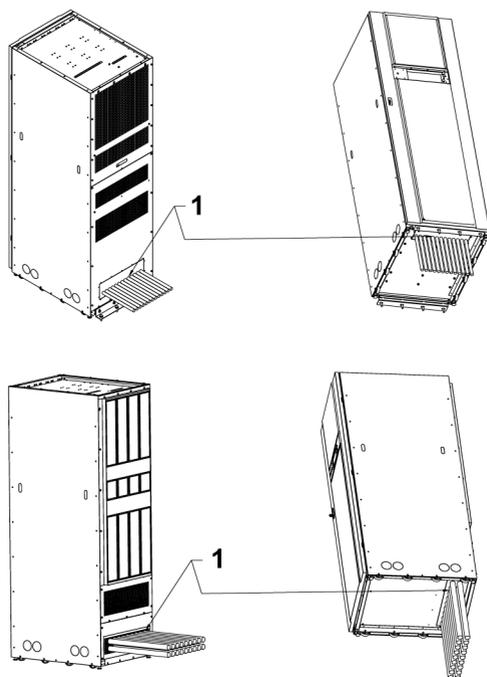

Рисунок 21. Блокировка пространства между кабелем и шкафом
5. Проложите и подключите между шкафами ИГБ кабели контроллерной сети (CAN) RJ-45. На рис. 21 и 27 приведены сведения по расключению проводки.